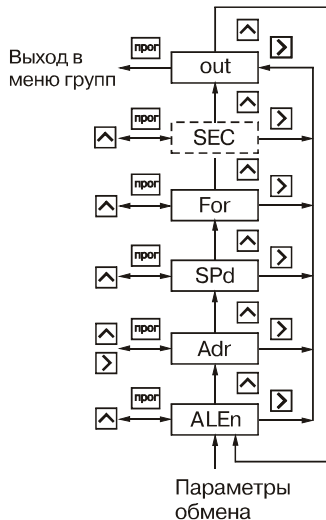

Рис. 27
6.1.10. Группа "**Group_E**" (рис. 27) предназначена для задания адреса прибора в сети **Adr**, его разрядности **ALen**, скорости обмена **SPd** и формата посылки **For** при наличии в приборе интерфейса связи RS-485.